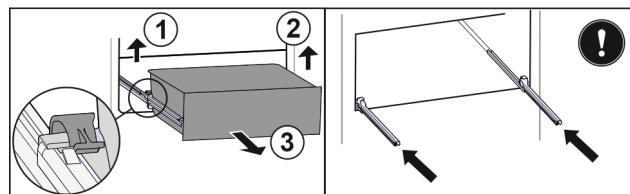

Fig. 27*
- Приподнимите левый зажим и одновременно вытяните движением вперед выдвижной ящик слева Fig. 27 (1).*
- Приподнимите правый зажим и одновременно вытяните движением вперед выдвижной ящик справа Fig. 27 (2).*
- Извлеките выдвижной ящик движением вперед Fig. 27 (3).*